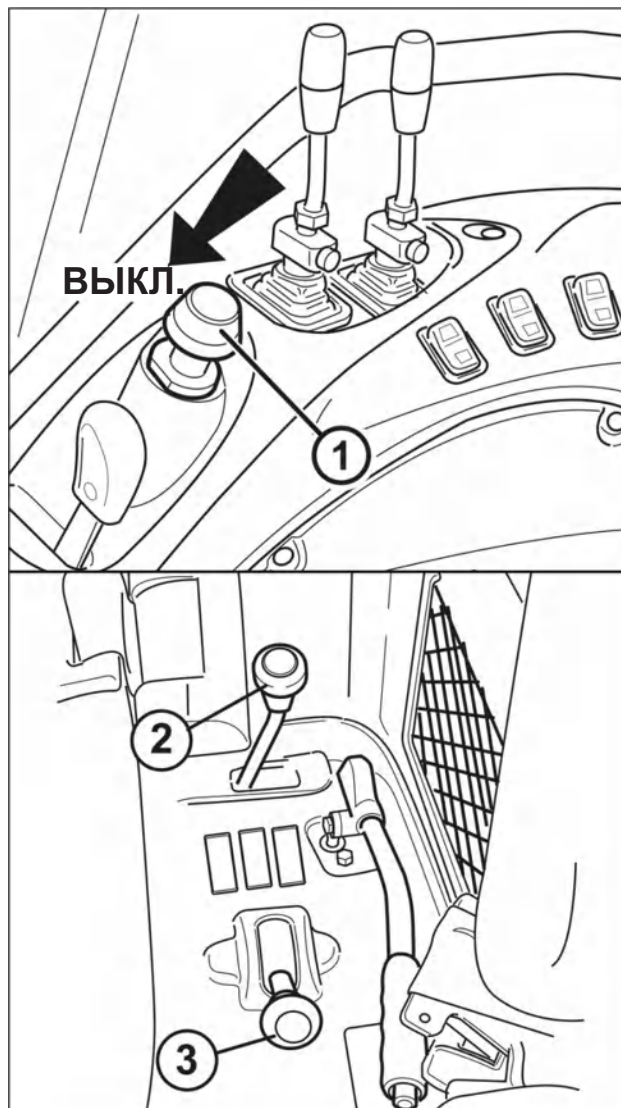

Рис. 5-11
### Органы управления электрогидравлическим ВОМ — рис. 5-11
#### Рычаг выбора режима работы ВОМ (2 — рис. 5-11).
Для переключения с 540 об/мин на 1000 об/мин (или ECO 540 об/мин) и наоборот используйте рычаг переключения частоты вращения (3 — рис. 5-11), который имеет три положения:
**ПРЕДУПРЕЖДЕНИЕ!** Когда ВОМ не используется, устанавливайте рычаг переключения частоты вращения в нейтральное положение (рычаг 3, положение N — рис. 5-11).